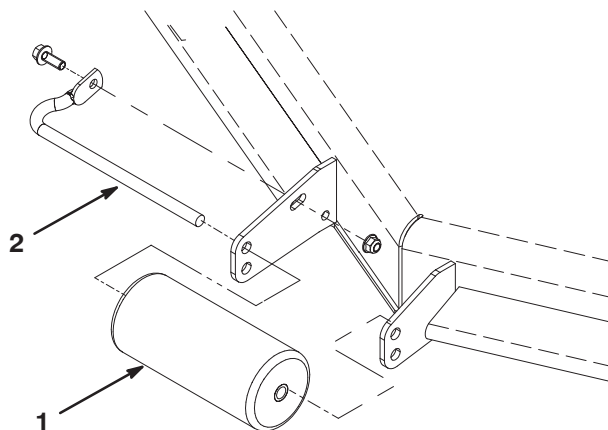

Bild 13
1. Nehmen Sie die Schraube und die Mutter ab, mit denen die Walzenwelle an der Mähwerkhalterung befestigt ist (Bild 13).